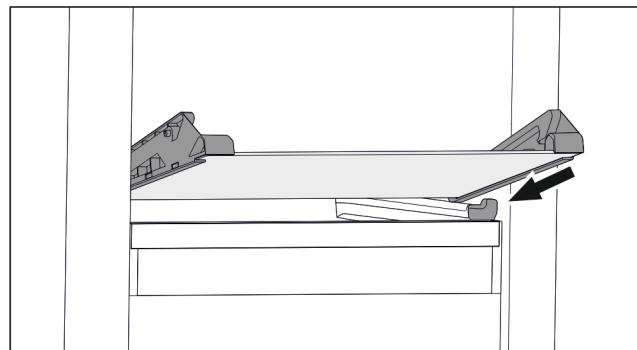

Fig. 71 Стъклена плоча на накланящото се чекмедже
- ▶ Поставете стъклената плоча под ъгъл зад ограничителите. (виж Fig. 71)